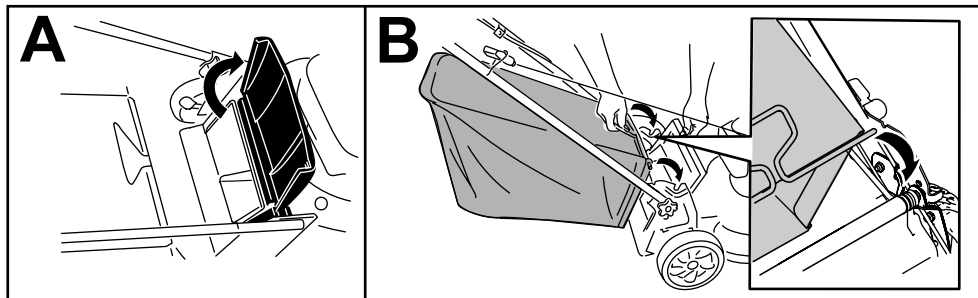

Figure 16
1. Soulevez le déflecteur arrière et gardez-le dans cette position (A de la Figure 16).
2. Montez le bac à herbe en veillant à placer les ergots dans les crans du guidon (B de la Figure 16).
**Remarque:** Si le bac à herbe est monté sur la machine, enlevez-le avant de procéder à l'éjection arrière de l'herbe coupée ; voir Retrait du bac à herbe \(page 12\). Le levier de ramassage sur demande doit être en position RAMASSAGE comme montré à la Figure 16.